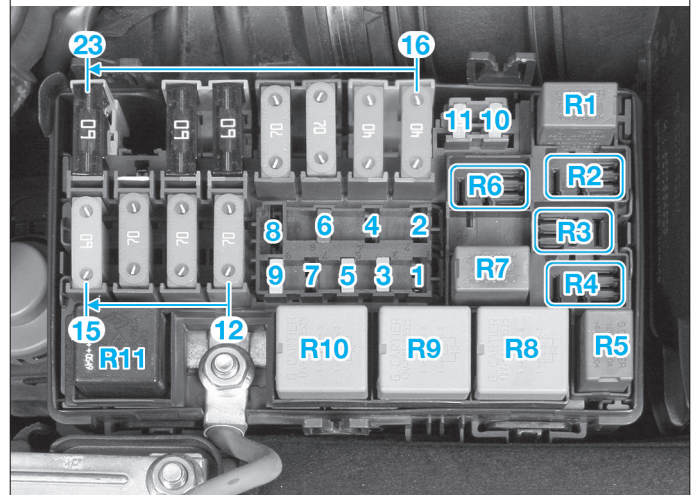

FIG. 6
AFFECTATION DES FUSIBLES MOTEUR SUR LE BOÎTIER (597) (FIG. 6)
AFFECTATION DES RELAIS MOTEUR SUR LE BOÎTIER (597) (FIG. 6)